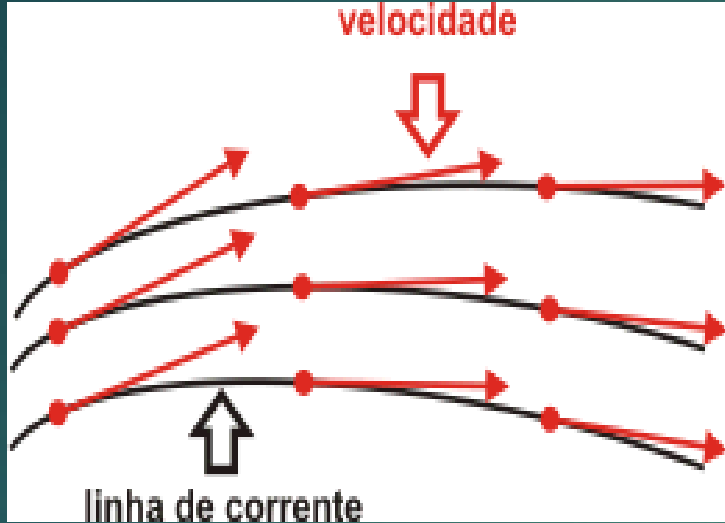

Figura 1a.
- ▶ Estas linhas são tangentes ao vetor velocidade em cada ponto (Figura 1a - b).